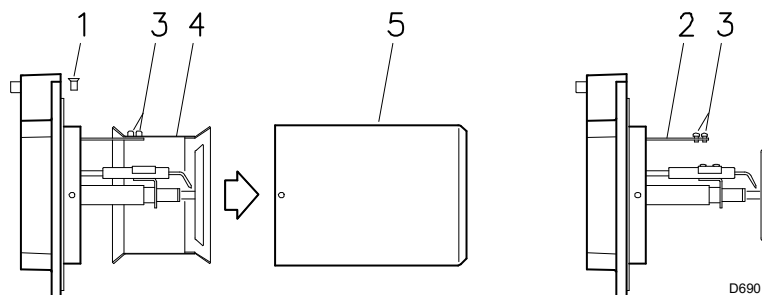

Fig. 8
5.5 Fissaggio del bruciatore alla caldaia (Fig. 8)
- Svitare le viti 1)(Fig. 8) e smontare il boccaglio 5).